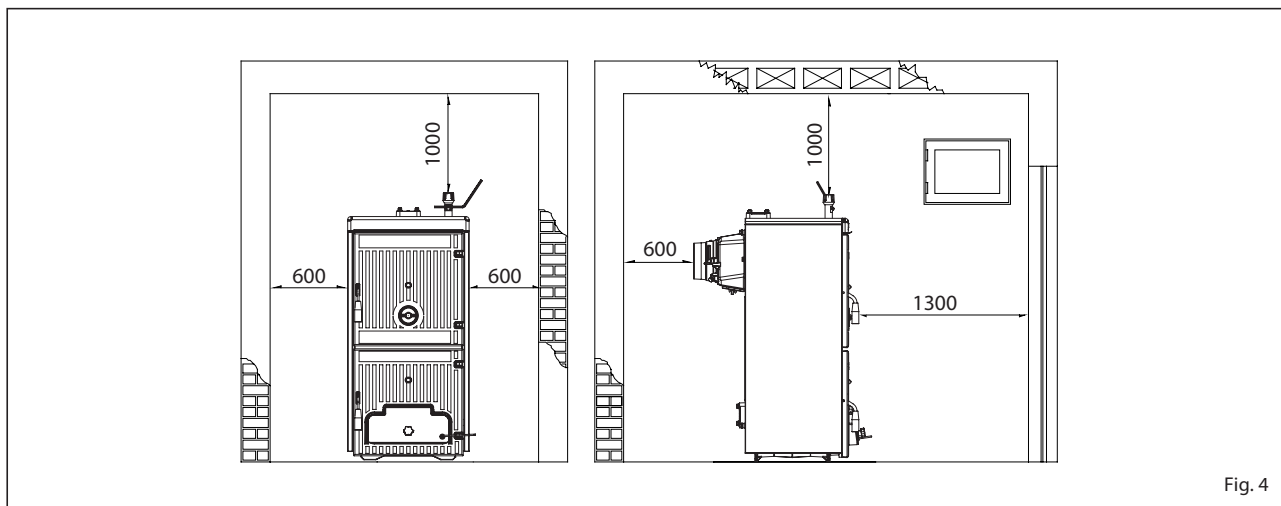

Fig. 4
4.1.1 Amplasarea in centrala termica (fig. 4)